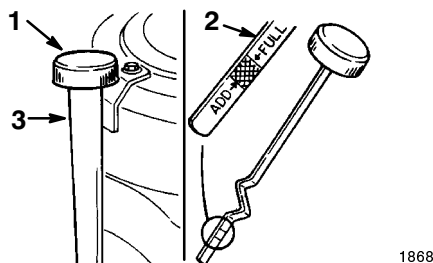

Figure 15
3. Nettoyez la surface autour de la jauge d'huile (Fig. 15) pour éviter que des impuretés s'introduisent dans le goulot de remplissage, ce qui risquerait d'endommager le moteur.
4. Dévissez la jauge d'huile et essuyez soigneusement l'extrémité métallique (Fig. 15).
5. Revissez la jauge complètement dans le goulot de remplissage (Fig. 15). Dévissez de nouveau la jauge et examinez l'extrémité métallique. Si le niveau est bas, versez lentement une quantité d'huile suffisante dans le goulot de remplissage pour amener le niveau au repère du plein ("FULL").
7. Versez lentement environ 80% de la quantité d'huile spécifiée dans le goulot de remplissage (Fig. 15). Vérifiez le niveau d'huile (voir Contrôle du niveau d'huile, page 21, points 4 à 5).
5. Versez lentement environ 80% de la quantité d'huile spécifiée dans le goulot de remplissage (Fig. 15). Vérifiez le niveau d'huile (voir Contrôle du niveau d'huile, page 21, points 4 et 5).